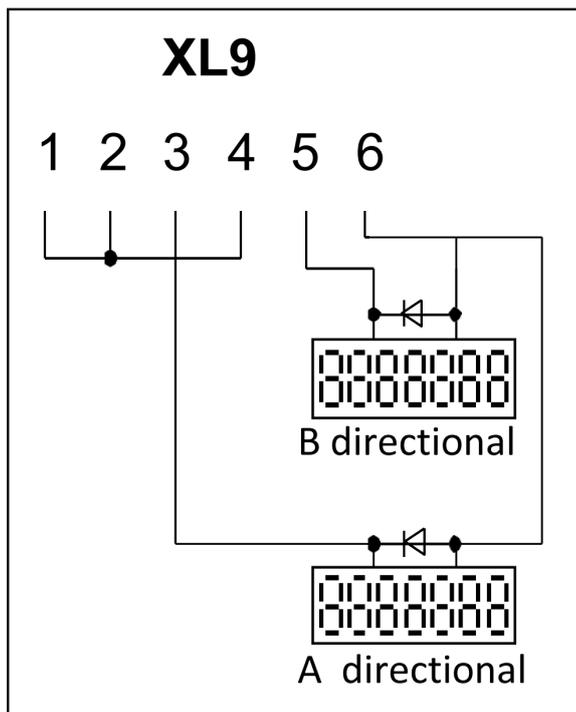

Figura 5.9
La Figura 5.9 mostra la connessione del contatore meccanico utilizzando i relè passanti direzionali. Si trova sul pin 1 del terminale XL9 (+ 24VDC); questa uscita può essere utilizzata come tensione di commutazione ai contatori. A tal fine i pin 1, 2 e 4 del morsetto XL9 devono essere cortocircuitati. Il pin 6 del terminale XL9 (GND) è collegato ai poli negativi (-) dei contatori. Il diodo (1N4007), che è collegato in parallelo ai poli del contatore, deve essere montato per evitare disturbi. Prendere nota della direzione del diodo nel collegamento, poiché il collegamento inverso potrebbe causare il malfunzionamento dell'adattatore del tornello. Infine, i pin 3 e 5 del terminale XL9 sono collegati ai poli positivi (+) dei contatori. Una volta completata la connessione, il contatore corrispondente aumenterà di un (1) valore ad ogni giro del tornello.